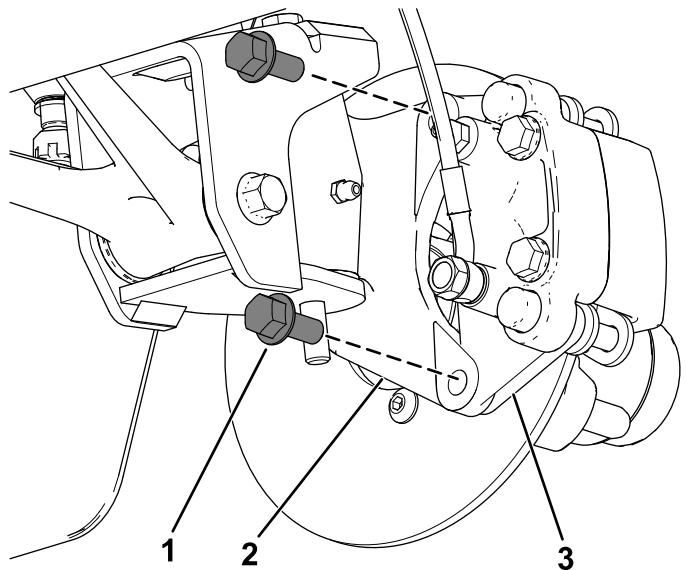
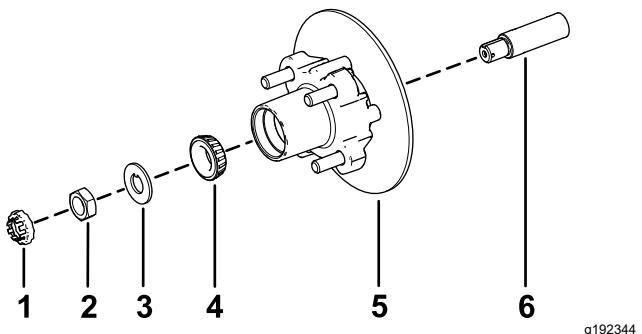

Figura 38
Figura 42
3. Retire os parafusos de cabeça flangeada ($\frac{3}{8} \times \frac{3}{4}$ pol.) que prendem o suporte para o conjunto dos travões ao eixo e afaste o travão do eixo (Figura 38).
1. Aplique uma leve camada do lubrificante especificado no eixo (Figura 42).
2. Monte o cubo e o rotor no eixo com o rotor interior (Figura 42).
3. Monte o rolamento exterior no eixo e coloque o rolamento na correia exterior (Figura 42).
4. Monte a anilha com patilha no eixo (Figura 42).
5. Enrosque a porca do eixo no eixo e aperte a porca com $15 \text{ N}\cdot\text{m}$, enquanto roda o cubo para assentar o rolamento (Figura 42).
2. Alinhe as pastilhas dos travões com cada lado do rotor (Figura 38) e os orifícios no suporte da pinça com os orifícios na montagem dos travões da estrutura do eixo (Figura 42).
3. Prenda o suporte da pinça à estrutura do eixo (Figura 38) utilizando os dois parafusos de cabeça flangeada ($\frac{3}{8} \times \frac{3}{4} \text{ pol.}$)